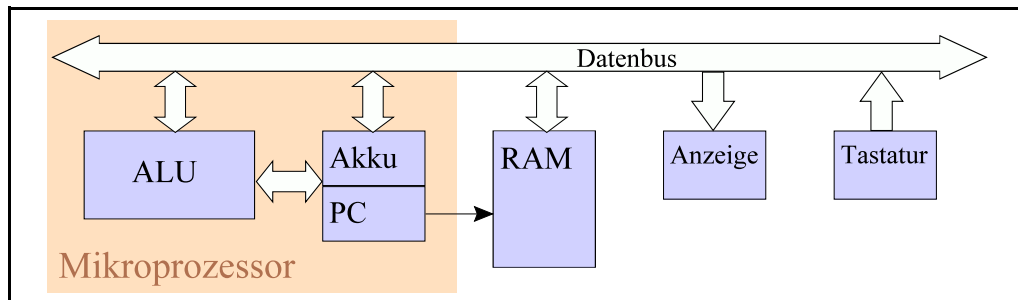

Abb. 3.1
Um selbst Programme entwickeln zu können, muss man den grundsätzlichen Aufbau unseres Modellcomputers kennen. In Abb. 3.1 ist er schematisch dargestellt. Einen Teil der dort gezeigten Komponenten kennen wir bereits: das RAM, die Anzeigeeinheit, die Tastatur und den Programmzähler (PC). Neu sind hier der Akku, die ALU und der Datenbus. Der Ein-Ausgabe-Zeiger fehlt in dieser Darstellung, weil er nur für die Ein- und Ausgabe von Programmteilen, nicht aber für das Ablaufen der Programme erforderlich ist.
All diese Komponenten sind durch den **Datenbus** miteinander verbunden. Über diesen Leiterstrang können Daten ausgetauscht werden. Die Pfeile in Abb. 3.1 deuten an, in welche Richtung die Daten strömen können. So können die Daten vom Datenbus in das RAM und von dort wieder auf den Datenbus gelangen (Doppelpfeil!); bei der Tastatur und der Anzeige ist dagegen nur eine einzige Datenstromrichtung sinnvoll.